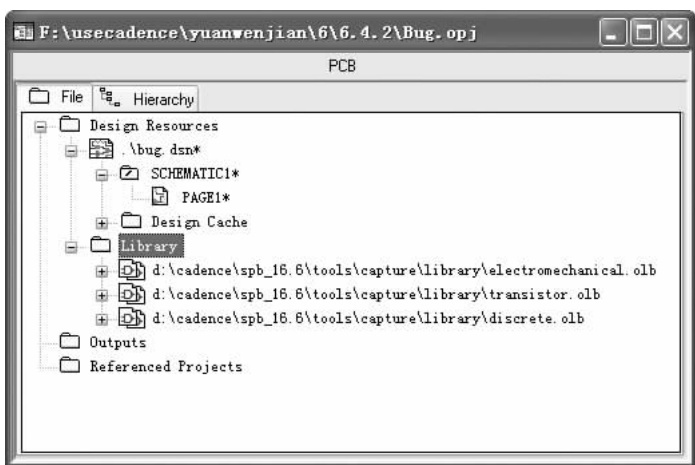

图 6-143 本例中需要的元件库
2) 单击 **打开 (O)** 按钮，将选中的库文件加载到项目管理器窗口中的“Library”文件夹下，如图 6-143 所示。